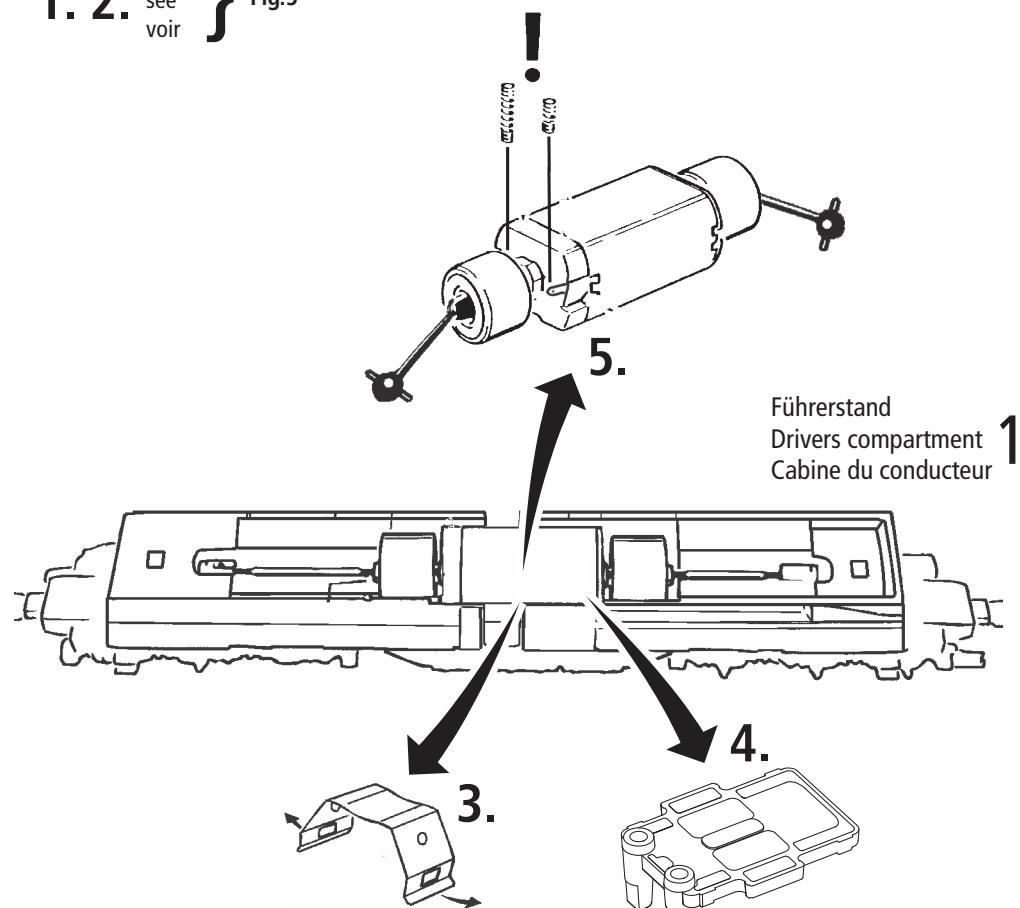

Fig. 10
siehe Fig. 10
A.C. pick up: see fig. 10
voir fig. 10
4. Remplacement du moteur: Démontez la caisse (voir fig. 3). Démontez ensuite le moteur (fig. 10).